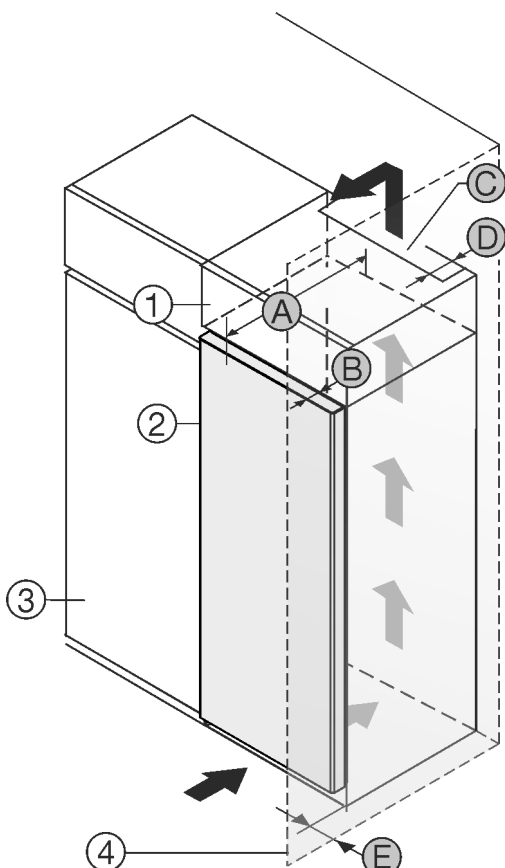

Fig. 1
Coloque el aparato directamente al lado del armario de cocina Fig. 1 (3).
En la parte posterior del armario superior debe estar disponible un pozo de ventilación con la profundidad Fig. 1 (D) sobre la totalidad del ancho de armario superior.
Debajo del techo debe respetarse la sección transversal de ventilación Fig. 1 (C).
Si el aparato se instala con las bisagras al lado de una pared Fig. 1 (4), la separación entre el aparato y la pared debe ser de por lo menos 13 mm.
Si el aparato se instala con las bisagras al lado de una pared Fig. 1 (4), la separación entre el aparato y la pared debe ser de por lo menos 20 mm.
A fin de poder abrir completamente las puertas, el aparato debe sobresalir alrededor de la profundidad de la puerta Fig. 1 (B) en comparación con la parte frontal del armario de cocina. Dependiendo de la profundidad del armario de cocina Fig. 1 (3) y el empleo de separadores de pared el aparato puede sobresalir aún más.